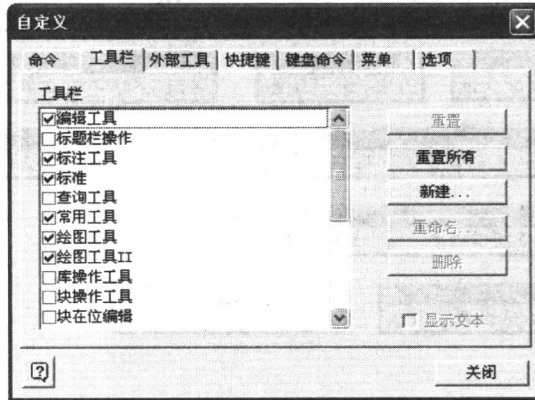

图 1-5 【自定义】对话框
(3) 选择【工具】/【自定义操作】命令，系统弹出【自定义】对话框，单击其中的【工具栏】标签，出现【工具栏】选项卡，如图 1-5 所示。若名称前面的方框开关带有“√”符号，则表示该工具栏已经打开，单击方框开关可以打开和关闭相应的工具栏。工具栏也可以根据用户自己的习惯和需求进行定义。